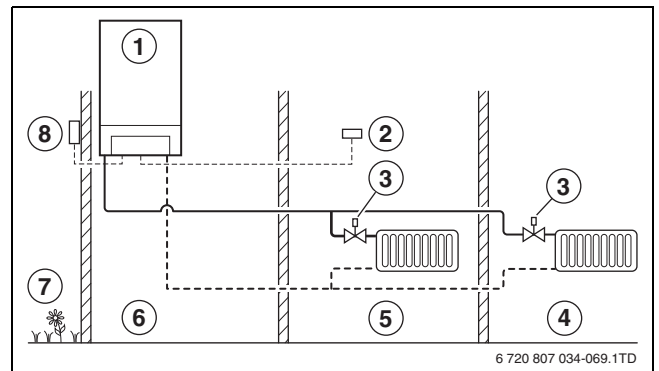

Fig. 24 Principiu de reglare al regulatorului în funcție de temperatura exterioară
- La reglarea în funcție de condițiile atmosferice, este reglată temperatura în toate camerele cu ajutorul ventilelor de radiator termostatic montate pe radiatoare. Puteți alege locul de instalare al regulatorului (→ fig. 24).